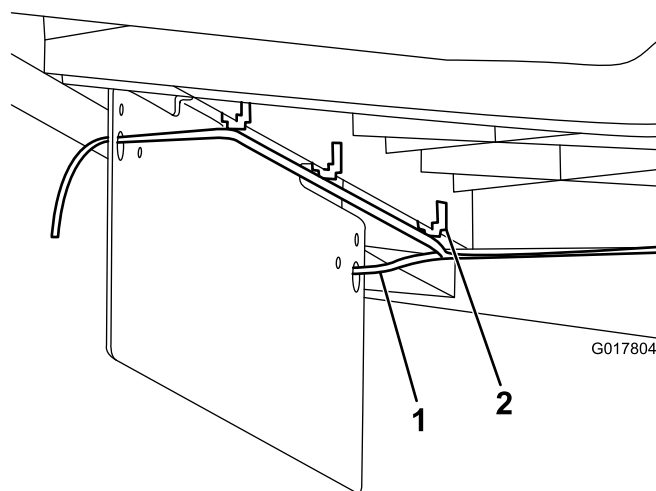

Figura 12
3. Inserite i fili attraverso i grossi fori nella staffa della targa (Figura 12).
2. Montate il cablaggio preassemblato attaccando le fascette al sottoscocca (Figura 12).